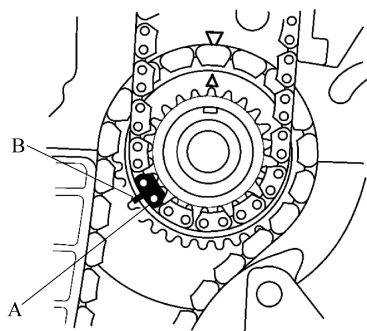

图 2-94 彩色链节与曲轴链轮冲印标记对正链板(B)的中心对齐,见图 2-95。
5) 将凸轮链条安装在曲轴链轮上,使彩色链板(A)与曲轴链轮上的冲印标记(B)对齐,见图 2-94。